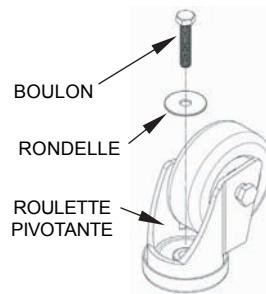

Figure 4
- Placez une rondelle sur l'un des six boulons longs et faites passer le boulon dans le trou de l'une des roulettes pivotantes (fig. 4).
- Ensuite, insérez une rondelle sur l'un des six boulons longs et faites passer le boulon dans le trou de l'une des roulettes pivotantes (fig. 4).